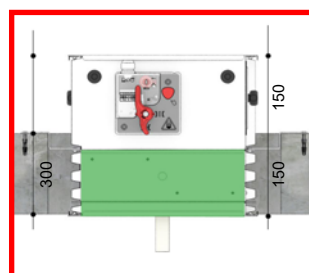

Fig.2
- Positionner concentriquement le clapet coupe-feu à l'intérieur de l'ouverture en faisant attention que le clapet en position fermée soit parallèle et symétrique au plancher jusqu'à arriver en butée sur les pattes de maintien (fig.2)